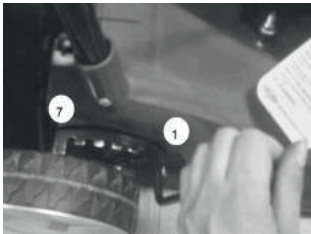

Рис.9
**⚠ ПРЕДОСТЕРЕЖЕНИЕ:** Перед изменением высоты скашивания остановите газонокосилку и отсоедините кабель свечи зажигания. Ваша газонокосилка оснащена центральным рычагом регулировки высоты, имеющим 7 положений по высоте. (Рис.9) Высота (от лезвия до земли) регулируется от 25 мм до 75 мм (7 положений по высоте).